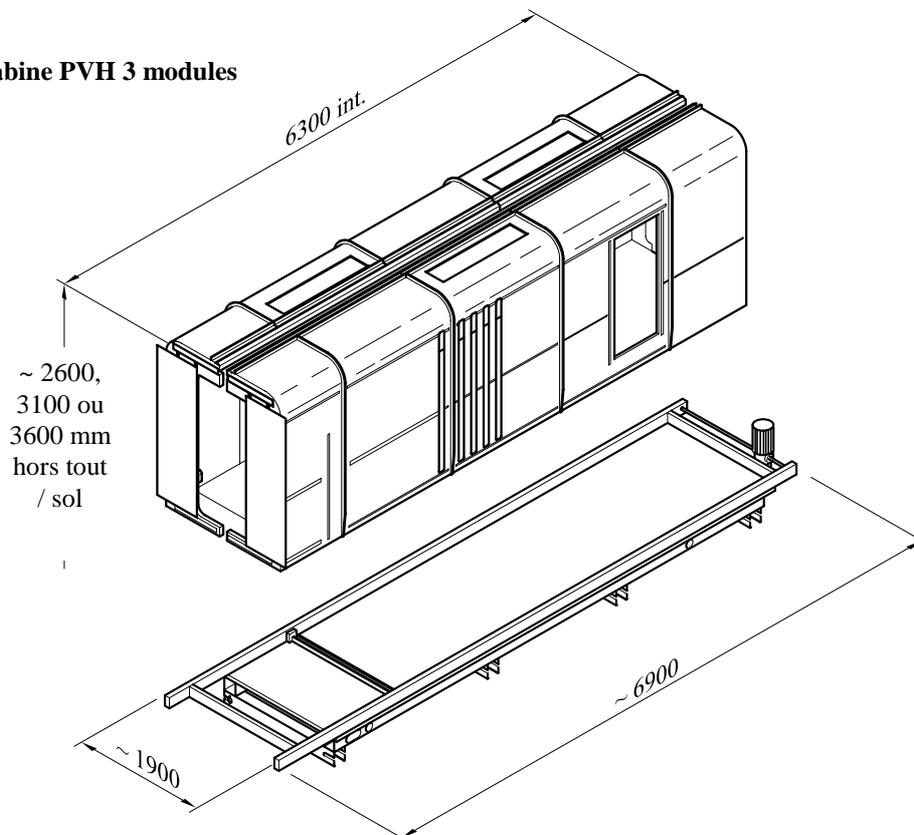

Fig. 3
1.3.2. ENCOMBREMENTS (VOIR FIGURE 3).....	7
1.3.2. ENCOMBREMENTS (voir **figure 3**)